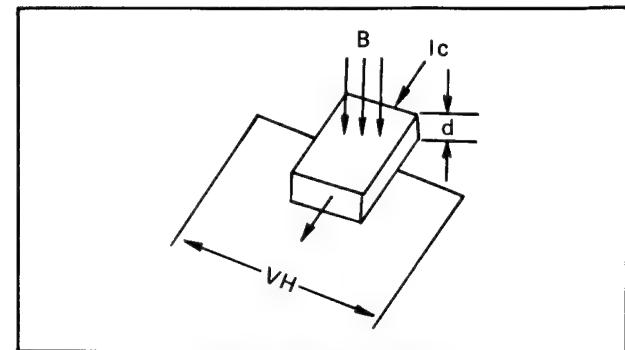

Fig. 2-9 Hall-Element
2. Es handelt sich hier um einen Halbleiter, bei dem der Hall-Effekt ausgenutzt wird (siehe Fig. 2-9). Fließt durch den Leiter ein Steuerstrom I_c und wird senkrecht dazu ein magnetischer Fluß B wirksam, so entsteht zu I_c und B (3-dimensional) die Spannung V_H (Hallspannung). Diese Beziehungen werden in folgender Gleichung ausgedrückt: